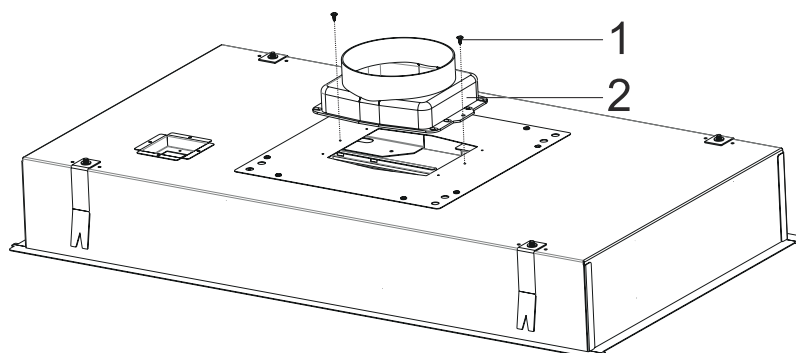

Fig. 26
- 9.** Placér nu Ø150mm aftræksstuds inkl. returklapper oven på dækpladen med aftrækshul og skru den fast vha af 2 stk. 3,5x9,5 skrue (Fig. 26).